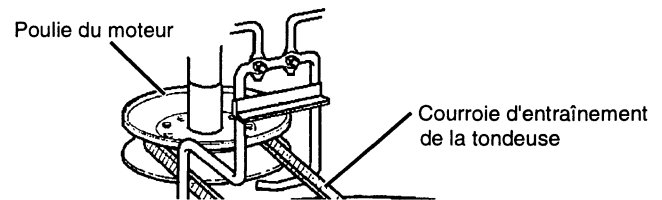

FIGURE 52
- Passer le courroie d'entraînement de la tondeuse sur la poulie du moteur (voir Fig. 52).
Bloc tondeuse de 96 cm (voir Fig. 52 et 53):
Bloc tondeuse de 117 cm (voir Fig. 52 et 54):